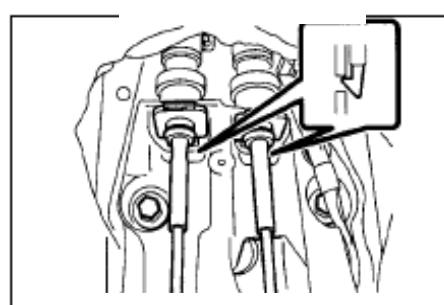

Рис.87
(6) Подсоедините оба троса управления к рычагу переключения передач(рис.87).